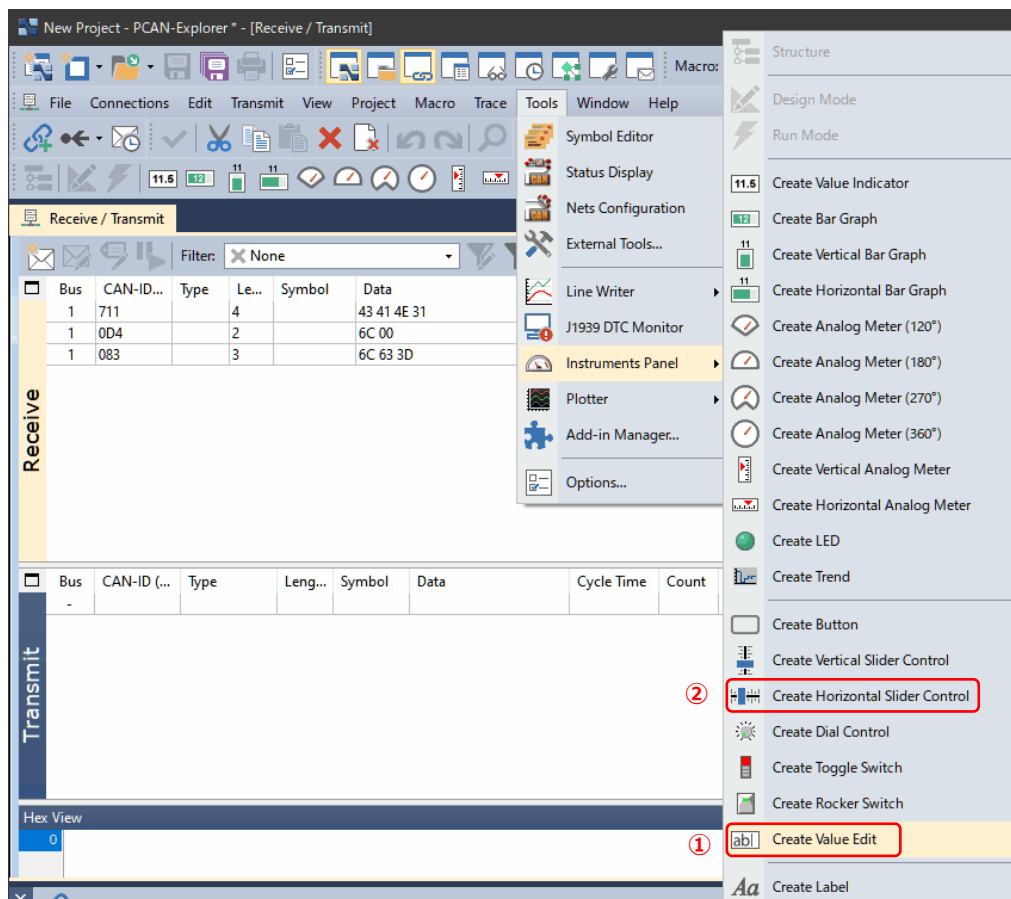

図 10.2-1
メニュー Tools から、Instruments Panel を選択し、Create Value Edit を選択します（図 10.2-1 ① 参照）。
メニュー Tools から、Instruments Panel を選択し、Create Horizontal Slider Control を選択します（図 10.2-1 ② 参照）。